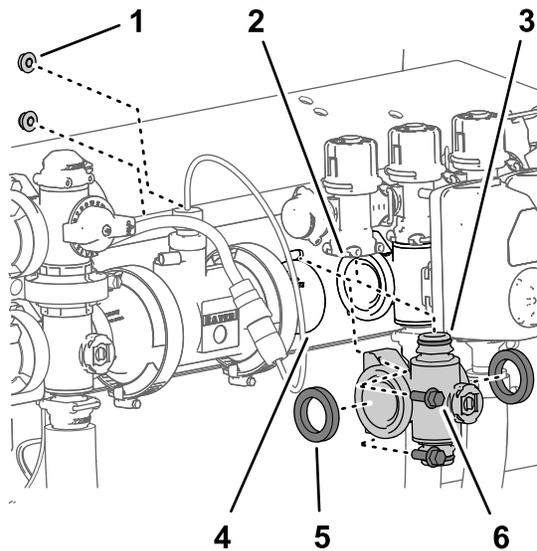

Figura 117
4. Para los distribuidores de la válvula de sección izquierdo y derecho, retire los 2 pernos con arandela prensada ($\frac{1}{4}$ " x $\frac{3}{4}$ ") y las tuercas prensadas y las 2 contratuercas prensadas ($\frac{1}{4}$ ") que sujetan el distribuidor de la válvula de sección al soporte de la válvula (Figura 117).
5. Mueva el distribuidor de la válvula de sección y las juntas hacia abajo hasta que estén libres de la válvula de desvío de sección, y luego retírelos de la máquina (Figura 117).